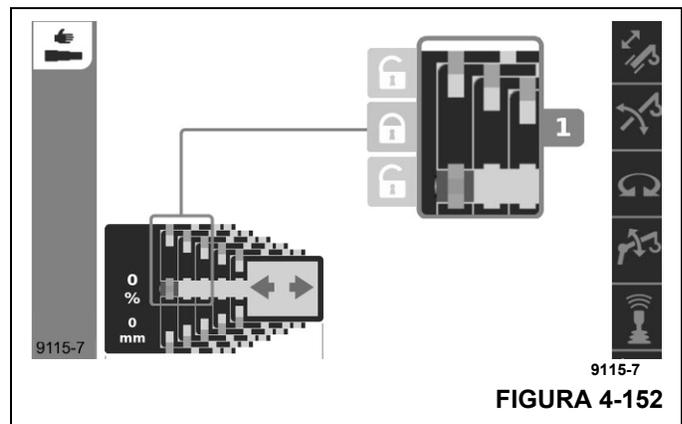

FIGURA 4-152
- El modo manual muestra una vista expandida del mecanismo de fijación del cilindro telescópico con los mismos iconos de desbloqueo e iconos de bloqueo, como se muestra en la Figura 4-152 (en lugar de los valores de la configuración de pluma final requerida para el modo de semiautomatización). Cuando uno de los iconos de desbloqueo o bloqueo está disponible para ser seleccionado (cambia del color gris básico al color de foco), entonces el operador puede solicitar el comando de desbloqueo o el comando de bloqueo. El icono de desbloqueo superior es para el desbloqueo de la sección de pluma y, en el momento adecuado, el icono de bloqueo se usará para bloquear nuevamente la sección de pluma (el icono de bloqueo estará disponible como comando cuando el sistema de control lo permita). El icono de desbloqueo inferior es para el desbloqueo del cilindro telescópico y nuevamente, en el momento adecuado, el icono de bloqueo se usará para bloquear nuevamente el cilindro telescópico (nuevamente, el icono de bloqueo estará disponible como comando cuando el sistema de control lo permita). Existe solo un icono de bloqueo ya que el mecanismo de fijación está diseñado ya sea para desbloquear la sección de pluma o el cilindro telescópico (pero no ambos al mismo tiempo). De esta forma, la configuración de pluma y las ubicaciones de fijación son “creadas” por el operador a medida que se opera la pluma.